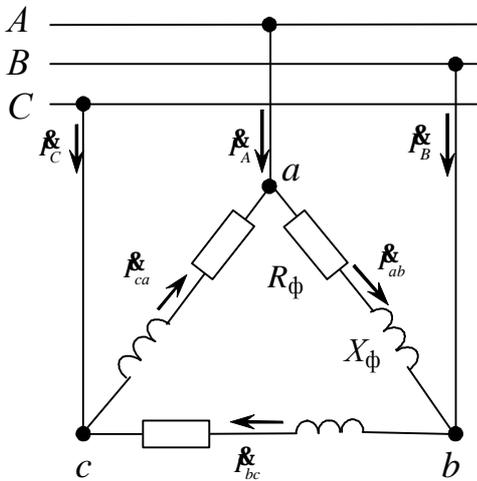

Рис.2.22
**Задача 2.10.** К трехфазной системе напряжением 380 В подключены три одинаковых приемника ( $R_\Phi = 3 \text{ Ом}$ ,  $X_{L\Phi} = 4 \text{ Ом}$ ), соединенные по схеме “треугольник” (рис.2.22). Определить токи в фазных и линейных проводах и потребляемую мощность (активную, реактивную, полную). Построить векторную диаграмму токов и напряжений.